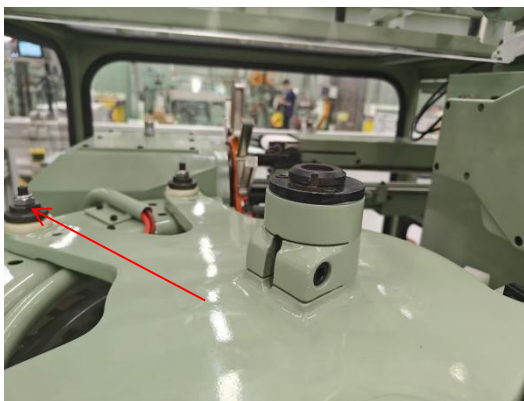
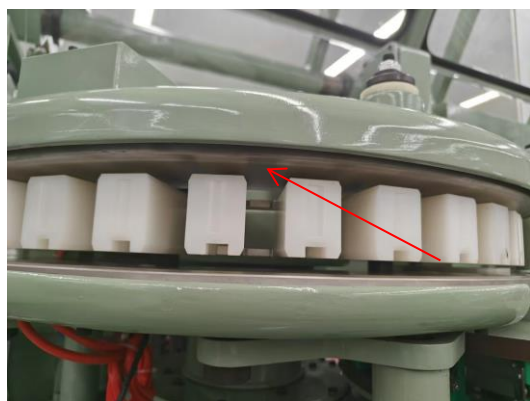

图 5
图 6
3. 调整七号轮上下烙铁板间距并清理胶垢（图 5-图 6）。